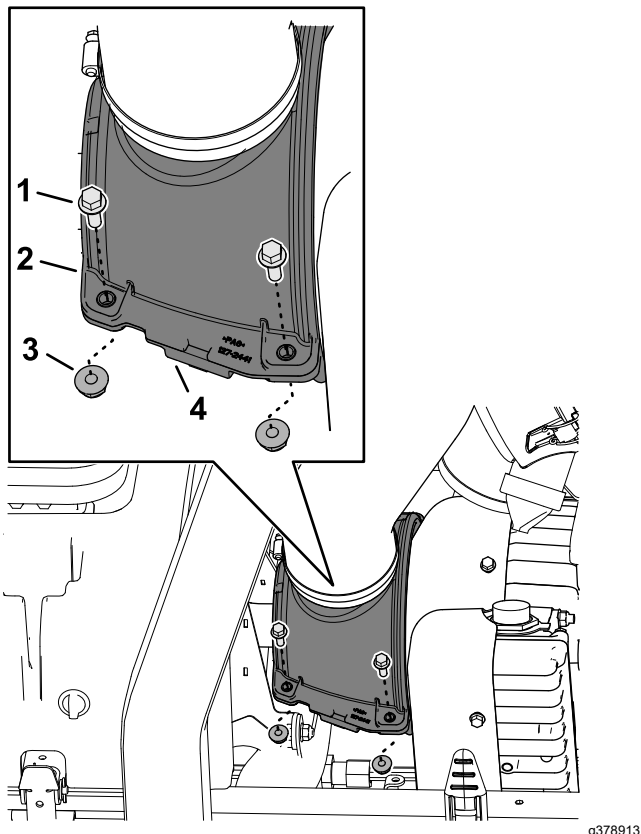

Figura 66
1. Retire los 4 tornillos con arandela prensada y las 4 contratuercas con arandela prensada que sujetan las cubiertas de aire de refrigeración superior e inferior del generador (Figura 66).